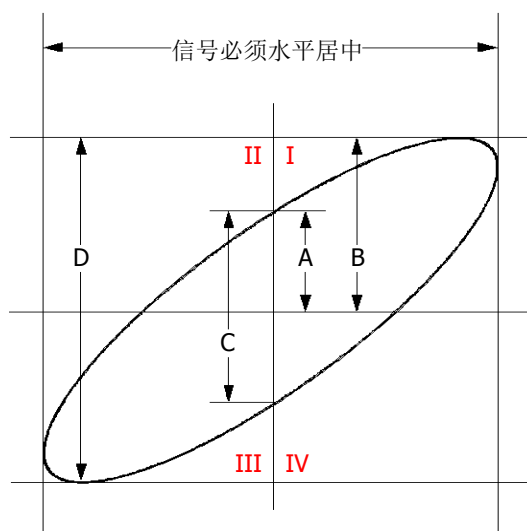

图 3-2 相位差的测量原理图
5. 观察上图的测量结果，并根据相位差测量原理图（图 3-2）可得  $A/B(C/D)=1$ ，即两个通道输入信号的相差角为  $\theta = \pm \arcsin 1 = 90^\circ$ 。